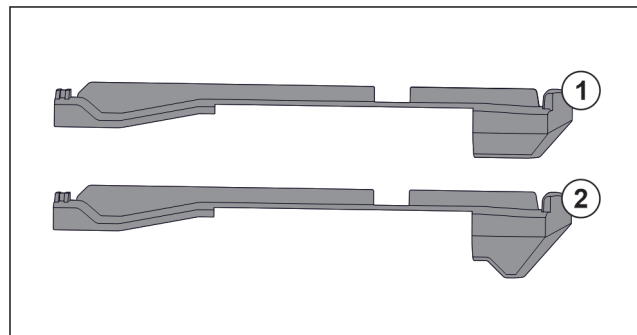

Fig. 78 Vergelijking van de insteekelementen
In het apparaat bevinden zich twee verschillende insteekelementen. Het insteekelement boven de onderste lade Fig. 78 (2) heeft een driehoekige rand. Alle overige insteekelementen Fig. 78 (1) hebben een rechte rand.
- ▶ Insteekelement Fig. 78 (2) met de driehoekige rand boven de onderste lade aanbrengen.
- ▶ Insteekelement Fig. 78 (1) met rechte rand op alle overige plekken aanbrengen.